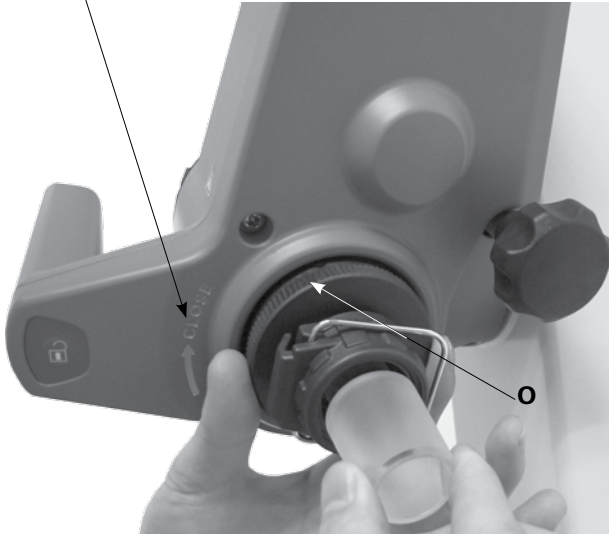

Fig.14a
- Öffnen Sie die Arretierung (**O**) des Antriebskopf durch Drehung um 60° gegen den Uhrzeigersinn. (Fig.14a)